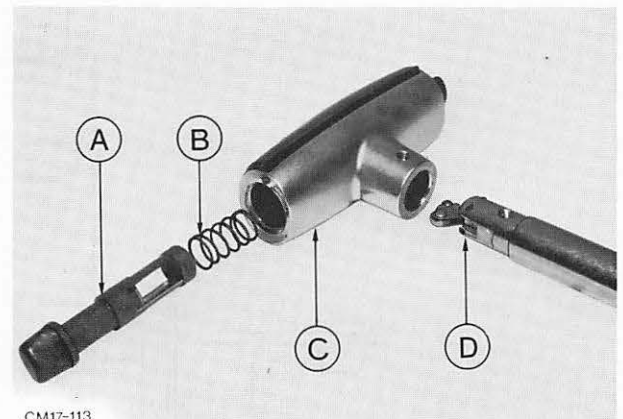

Abb. 125 Wählhebelgriff
3. Inbusschraube am oberen Ende des Wählhebelgriffes herausdrehen und Wählhebelgriff abziehen. Drucksperrknopf entfernen. Abb. 125.